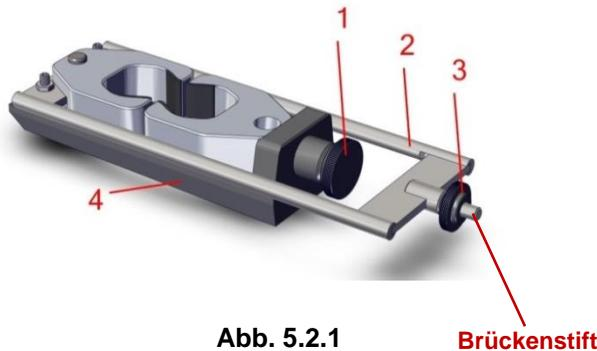
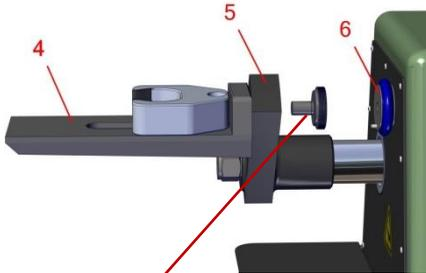

Abb. 5.2.1
Abb. 5.2.2
1. Große Rändelschraube (Abb. 5.2.1, Pos. 1) vom Sockel am Zubehörteil zur Bestimmung der Kaltbiegefestigkeit (Abb. 5.2.1, Pos. 4) lösen. Brücke (Abb. 5.2.1, Pos. 2) und linke Klemmbacke vom Zubehörsockel abnehmen.
1. Den Gewindeanschluss am Zubehörsocket auf die bewegliche Klemmhalterung am Gerät schieben (Abb. 5.2.2, Pos. 5). Rändelschraube wieder aufsetzen und handfest anziehen, um so Zubehörsocket mit beweglicher Klemmbacke zu verbinden (Abb. 5.2.2 und 5.2.3).
2. Setzen Sie die linke Werkzeugbacke und die Zugbrücke auf die Oberseite der Basis für das Zugzubehör. Schieben Sie den Brückenstift (Abbildung 5.2.1) vorsichtig in das Loch in der Mitte des stationären Klemmhalters (Abb. 5.2.2, Pos. 6).
4. Die Rändelmutter (Abb. 5.2.1, Pos. 3) solange drehen, bis die flache Seite der Stegmutter, welche der unbeweglichen Klemmhalterung (Abb. 5.2.2, Pos. 6) gegenüber liegt, ca. 78 mm (1/32") von der festen Klemmhalterungsfläche entfernt ist.